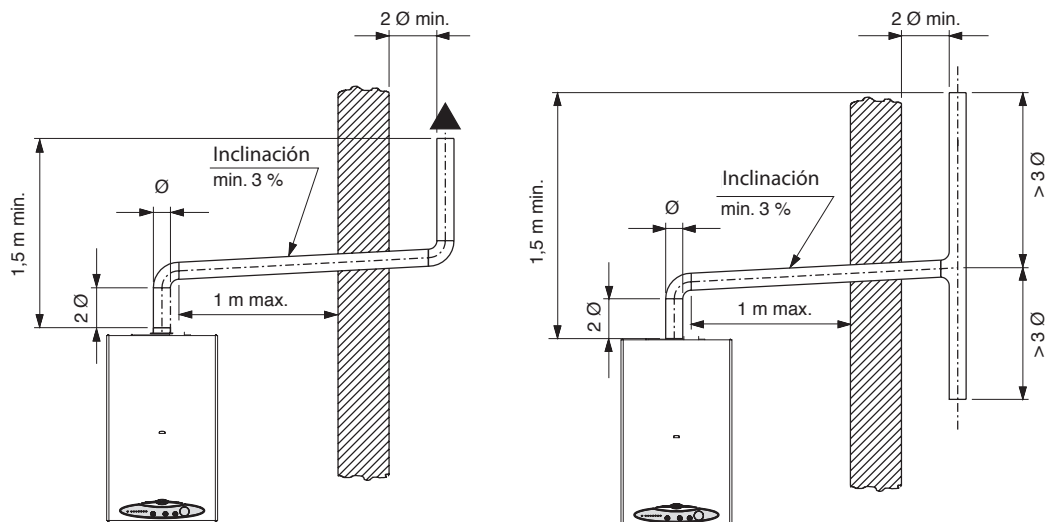

fig. 11
- el deflector debe estar, por lo menos, a una distancia de 1,5 metros de la unión del conducto de evacuación a la caldera (véase fig. 11).